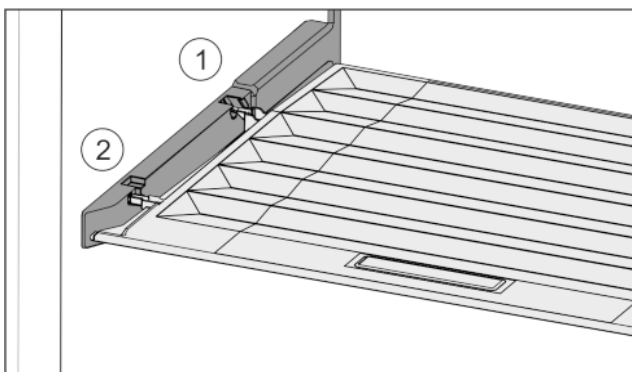

Fig. 34
- ▶ Anbring dækslets tappe over åbningen i den bageste holder Fig. 34 (1), og lad dem gå i indgreb i forreste holder Fig. 34 (2).